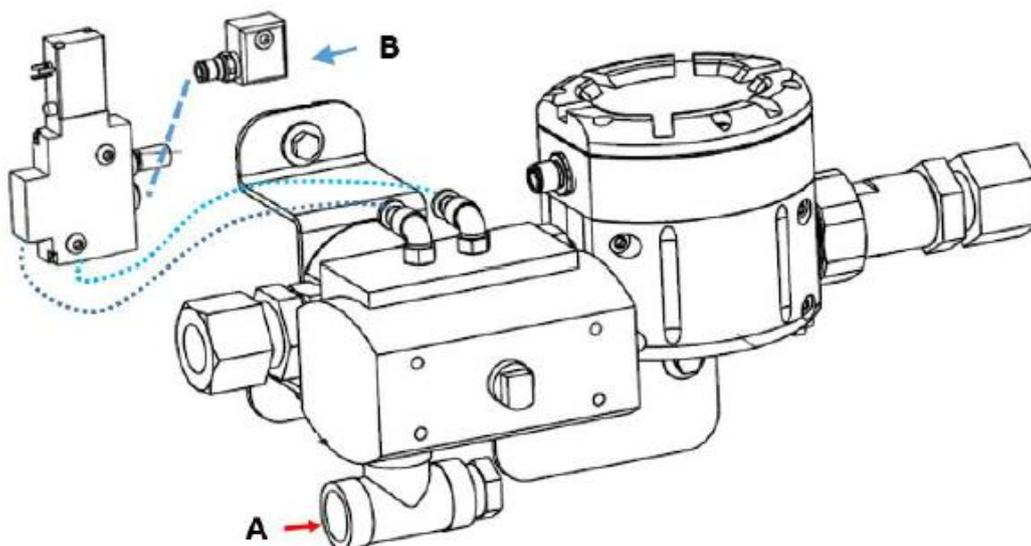

Figura 8. Ligações da água de lavagem (A) e do ar do instrumento (B).
- A entrada de água para a lavagem possui uma conexão de R1/2" (representada na Figura 8 A).
- Quanto à conexão de ar do instrumento, a entrada é de R1/4", enquanto a saída é de 6/4 mm (representada na Figura 8 B).